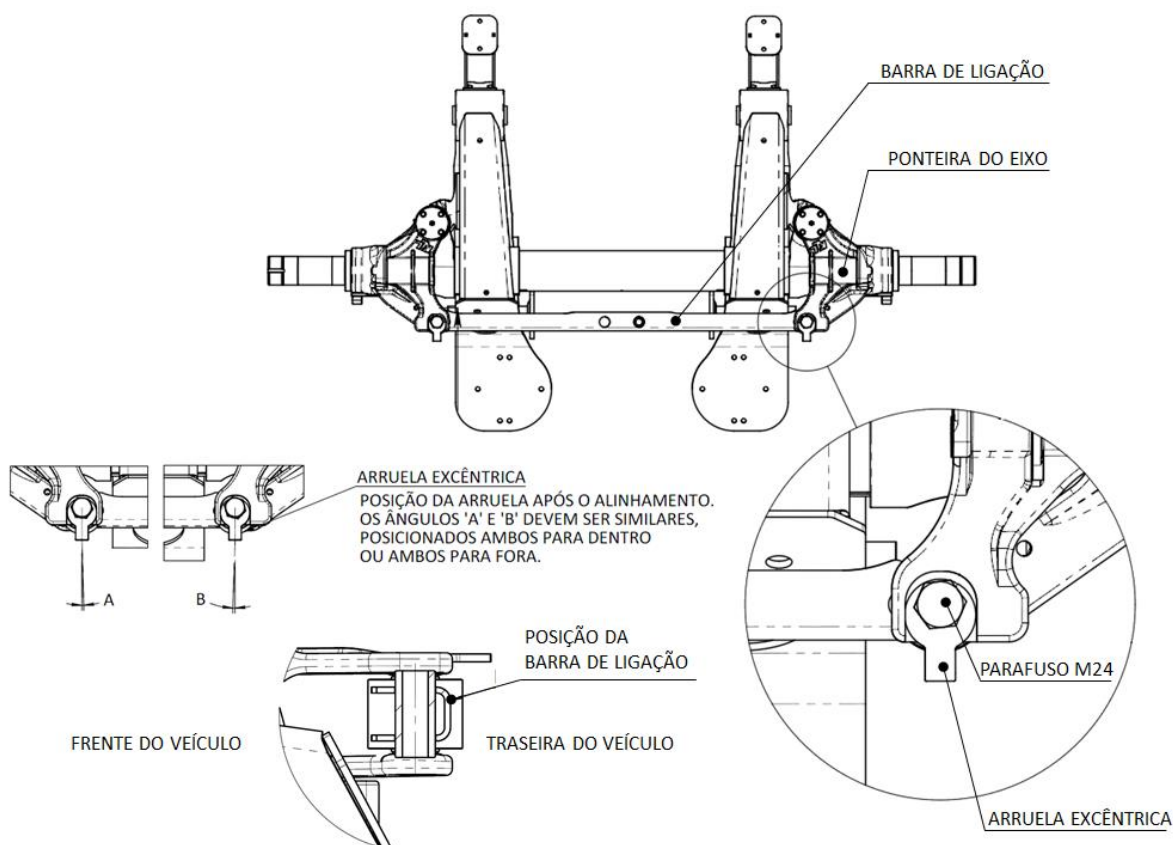

Figura 23: Alinhamento do ângulo de convergência
3. O eixo autodirecional deve estar com as ponteiras corretamente alinhadas e travadas conforme indicado no procedimento 7.1 e na figura 23 deste manual.